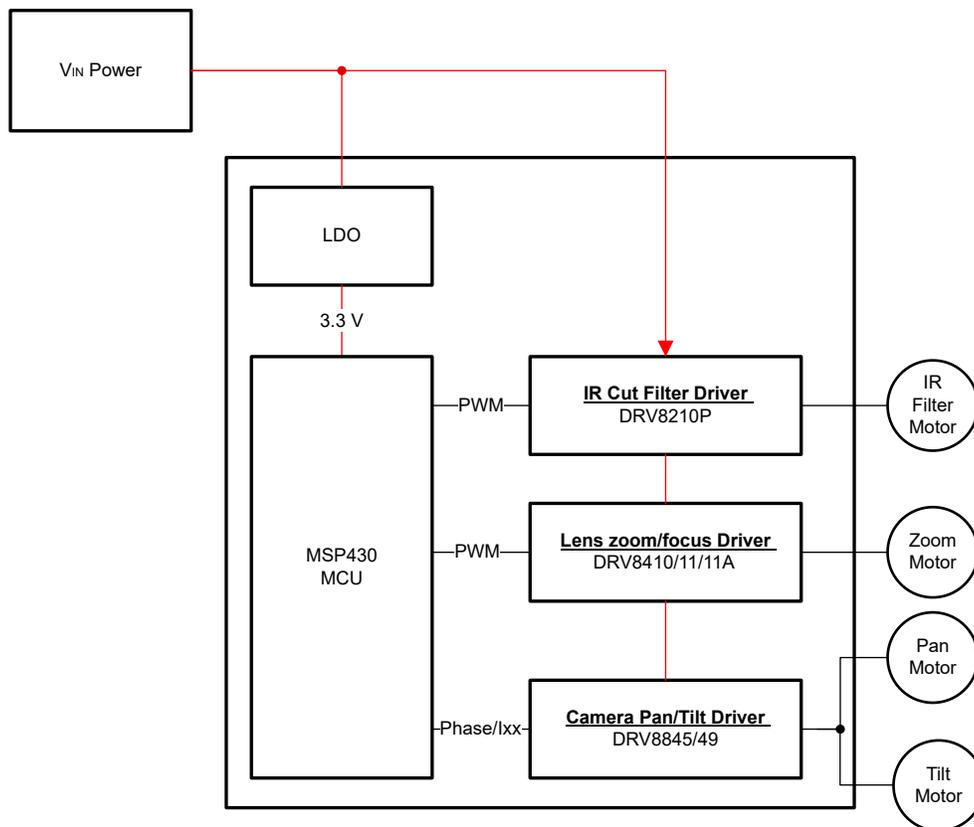

图 1. 视频监控电机驱动应用
随着新技术的不断涌现，视频监控摄像头变得越来越易于使用，同时也更具有成本效益，因此它们在今天变得越来越普及。它们广泛用于各种应用，例如 IP 网络摄像头、模拟安防摄像头、热成像、可视门铃和婴儿或宠物监视器。在这些不同的设备中，有三个主要的电机应用：红外 (IR) 滤光片、镜头电机 ( 变焦和对焦 ) 和摄像头电机 ( 平移和倾斜 )。图 1 概述了这些不同的功能，而表 1 列出了相关器件及其系统优势。